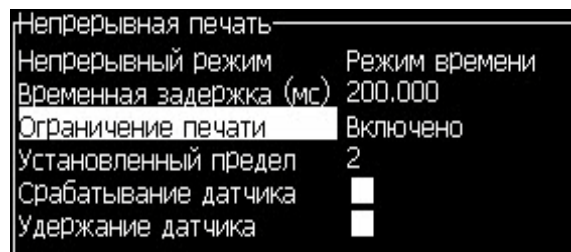

Рисунок 4-26: Диалоговое окно “Continuous Print”
- 1 Выберите опцию “Continuous Print” (непрерывная печать) из меню “Print” (печать). Появится диалоговое окно “Continuous Print” (непрерывная печать) (Рисунок 4-26).